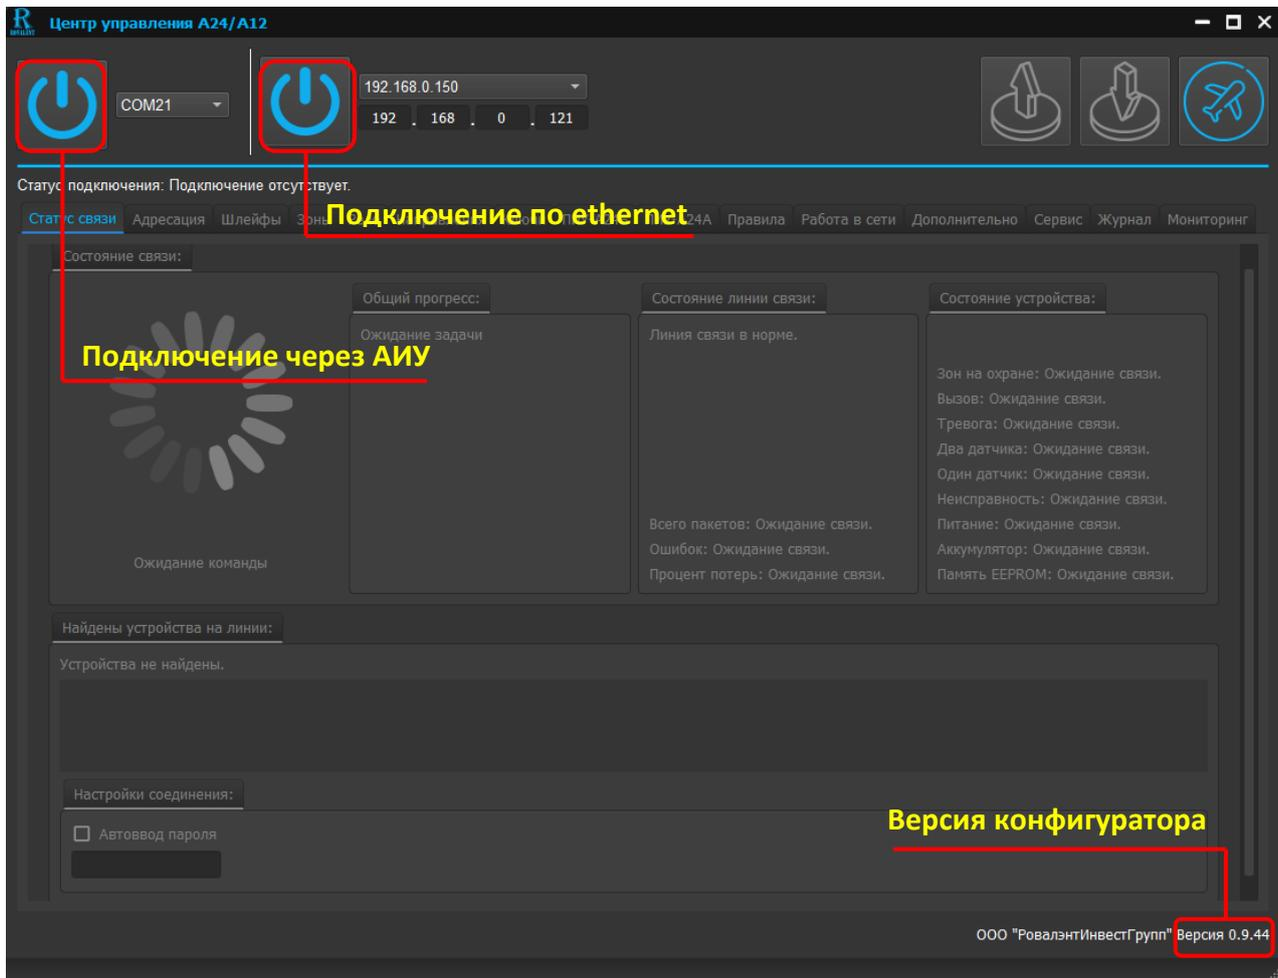
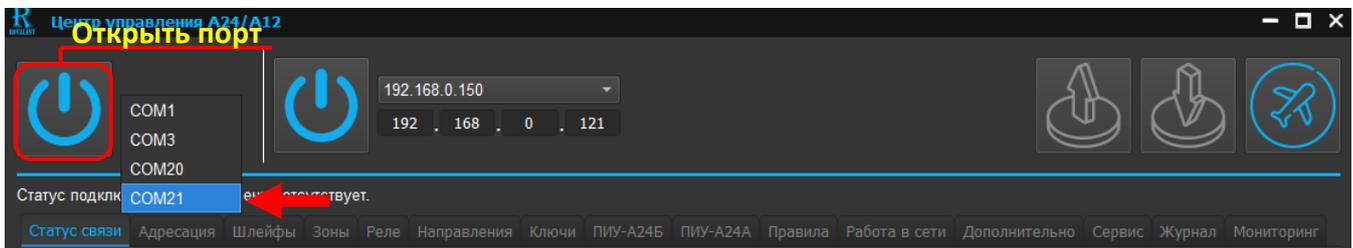

Рисунок 5. Рабочее окно программы «Центр управления А24/12» .
Рисунок 6. Выбор COM-порта для установки связи с конфигурируемым устройством.
После запуска приложения откроется рабочее окно программы(рисунок 5). Для настройки соединения в рабочем окне в выпадающем меню «СОМ-порт» (рисунок 6) выберите виртуальный СОМ-порт ПЭВМ, которым определился после инсталляции драйвера адаптер интерфейсов, используемый для связи с программируемым устройством (СОМ-порт АИУ(02) или младший СОМ-порт АИУ(01)).